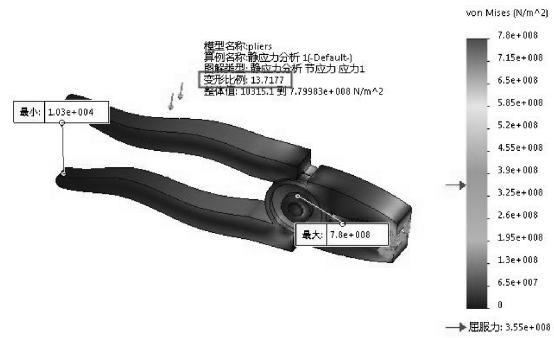

图 9-80 查看变形
- 04 随后在图解中可以清楚地看到变形比例及变形效果，如图 9-80 所示。施加了 300N 的力，变形还是比较小的，说明钳子本身强度及刚度是符合设计要求的。